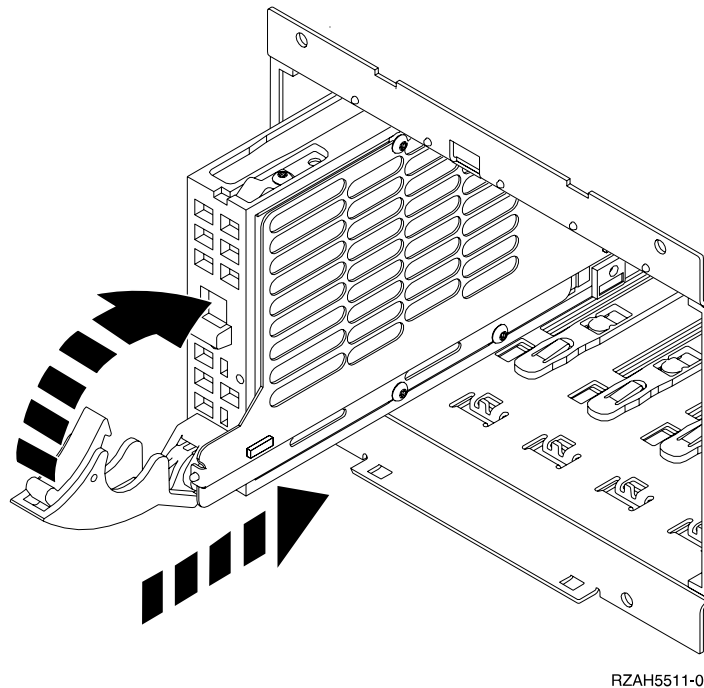

Figure 36. Installation d'une unité de disques
- __ 15. Comme illustré à la figure 36, introduisez à moitié l'unité de disques dans le premier emplacement disponible en la maintenant par le dessous. Ne la poussez pas plus loin.
- __ 17. Comme illustré à la figure 36, lorsque le voyant commence à clignoter, faites glisser l'unité de disques jusqu'à ce qu'elle soit correctement en place et verrouillez-la en rabattant le levier.